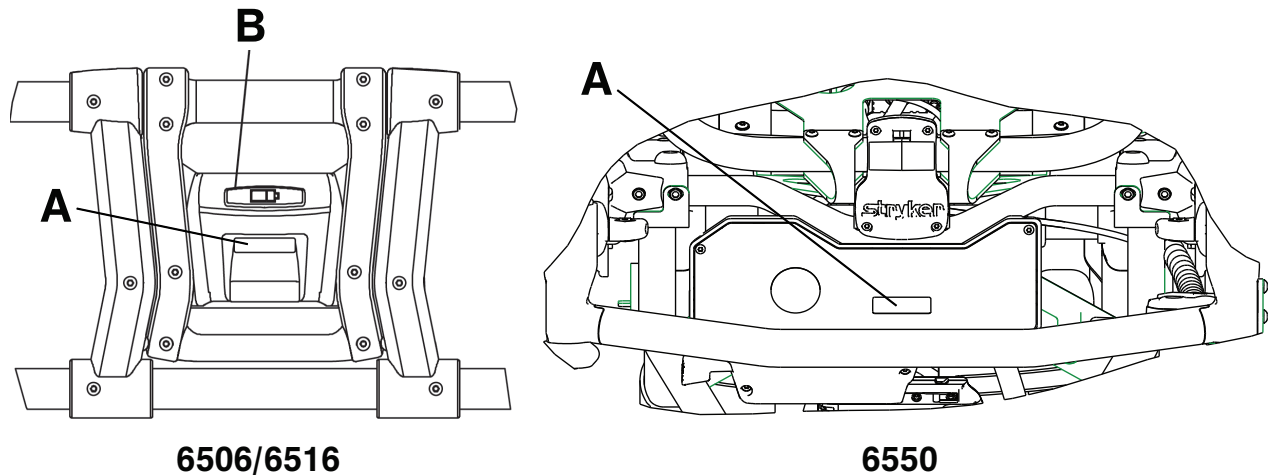

Figura 12 – Comprobación del contador de horas (A), de la pantalla de error (A) y del estado de la batería (B)
Utilice el contador de horas (A) (Figura 12) para determinar la frecuencia del mantenimiento preventivo. Use la pantalla de error (A) para la resolución de problemas. La pantalla de error anula la exhibición del contador de horas cuando se produce un error.